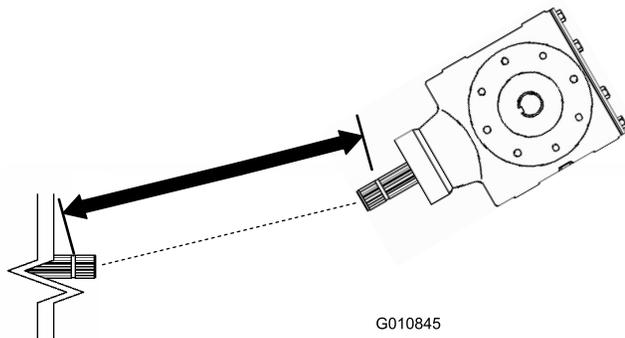
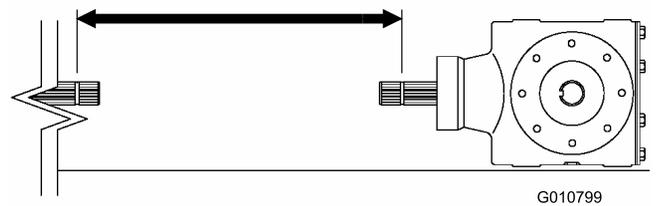
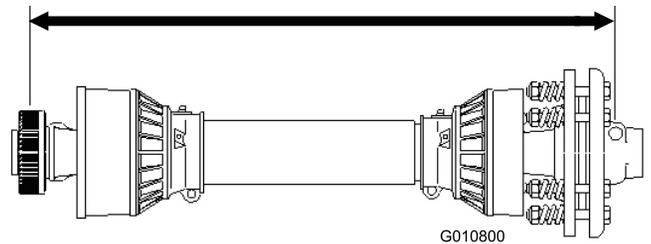

図 12
図 14
図 15
3. トラクタの PTO シャフト後端のロックング溝からエアレータのギアボックスの PTO シャフトのロックング溝からまでの距離を測定する（図 12）。この距離を記録する。例：67 cm
5. トラクタの PTO シャフト後端のロックング溝からエアレータのギアボックスの PTO シャフトのロックング溝からまでの距離を測定する（図 14）。この距離を記録する。例：70 cm
6. PTO シャフトの一方の端部にあるロックング・ピンのボールの中心から、反対側の端部にあるロックング・ピンの中心までの距離を測定する（図 15）。この距離を記録する。例：81 cm
7. 図 14 と 図 12 とのうち、小さい方の数値を、図 15 の距離から差し引く。例：81 cm - 67 cm = 14 cm